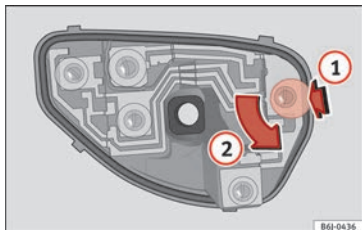

Fig. 110 Remplacement des ampoules des feux arrière.
- Une fois le support d'ampoules retiré, appuyez dans le sens de la flèche (1) et tournez simultanément dans le sens de la flèche (2) » **fig. 110.**